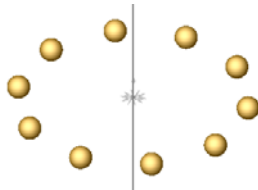

图 8-46 圆弧零件阵列
**6** 单击按钮，生成零件的圆弧阵列，如图 8-46 所示。